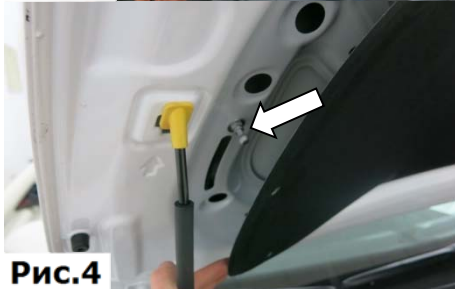

Рис.4
4. Вкрутить в планку закладную болт-шарнир с шайбой 6. Затянуть болт-шарнир высокой торцевой головкой №10 с усилием 9 Нм, (Рис.4)